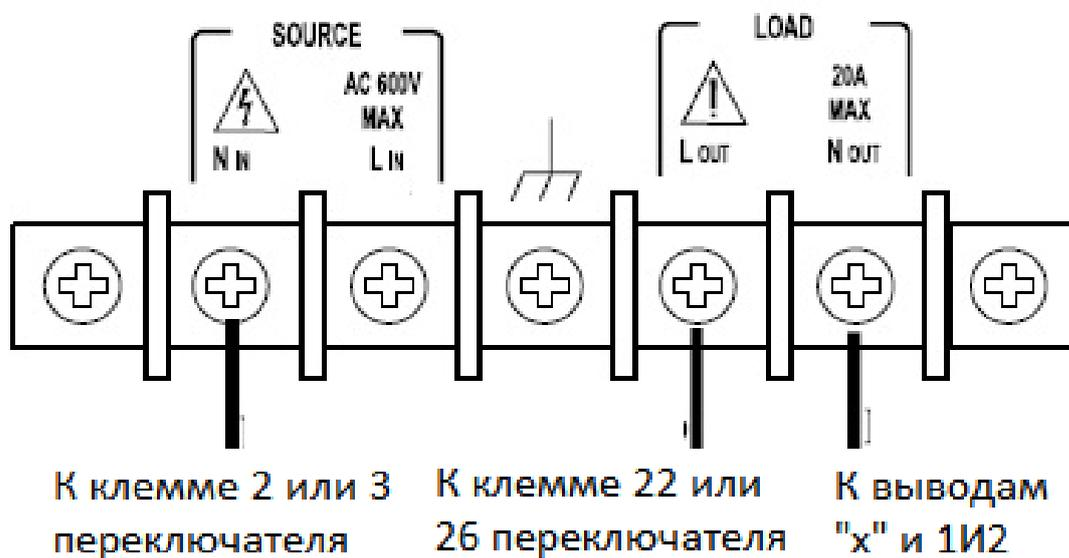

Рис. 4.
5.1.3. Подключить соответствующие выводы вторичных цепей трансформатора тока и напряжения к измерителю GPM-8212 (Рис.4). Подключить кабель связи RS232 к измерителю и компьютеру (Рис.5).